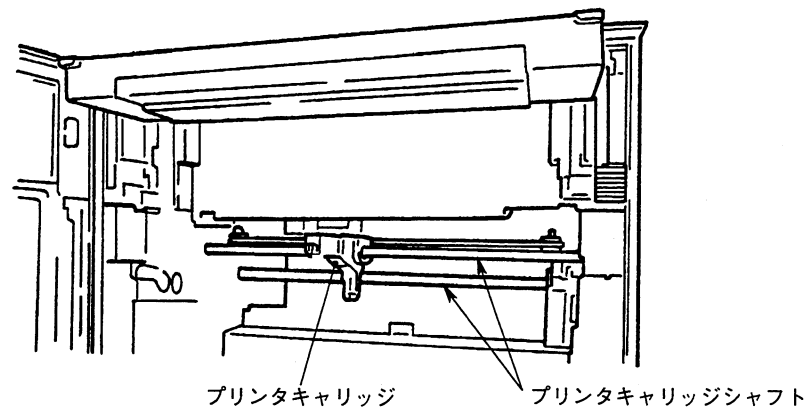

図11.4 潤滑
- (1) 図11.4～図11.6のように配線し、各機器を十分ウォームアップします